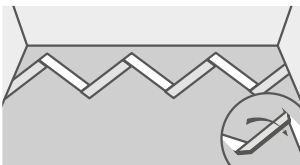

Рисунок 10
- 11.13 Отмерить и отрезать завершающие планки (слева и справа) стартового ряда. Учитывать неровности стен и оставить расширительный зазор не менее 8 мм. Завершить стартовый ряд (см. Рисунок 10).